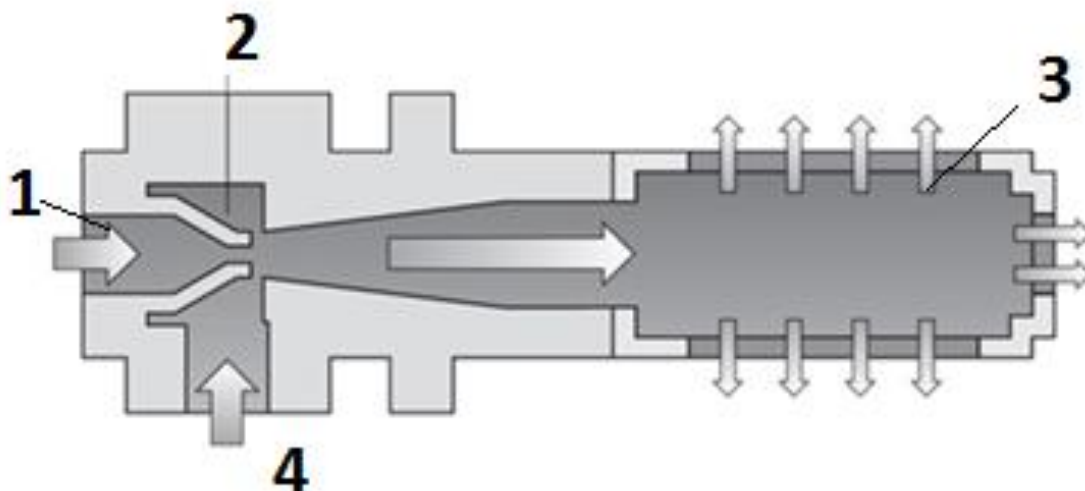

Рис. 7. Схема одноступенчатого вакуумного эжектора: 1 – входное отверстие; 2 – сопло; 3 – глушитель; 4 – вакуумный вход
Сжатый воздух от компрессора под давлением 7...9 бар входит в отверстие (1) эжектора (рис. 7) и проходит через сопло (2). Сразу за соплом создается разрежение ($\approx 0,8$ бар), что соответствует положению стрелки вакуумметра в середине зеленого сектора. В результате этого воздух втягивается через вакуумный вход (4). Втянутый и сжатый воздух проходят через сопло и выбрасываются через глушитель (3) эжектора наружу. Созданное в емкости установки разрежение может быть использовано для откачивания различных жидкостей, в том числе и отработанного масла.